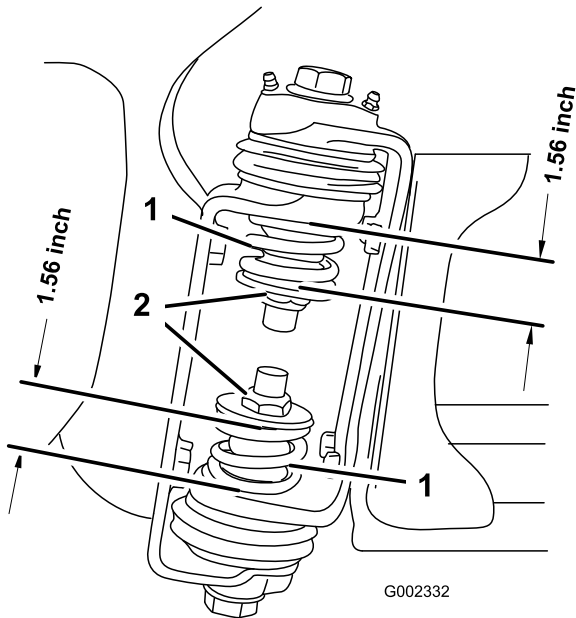

図 27
3. ブームが開いた状態で、ブーム蝶番の部分で上部スプリングと下部スプリングの圧縮状態の長さを測定する 図 27。